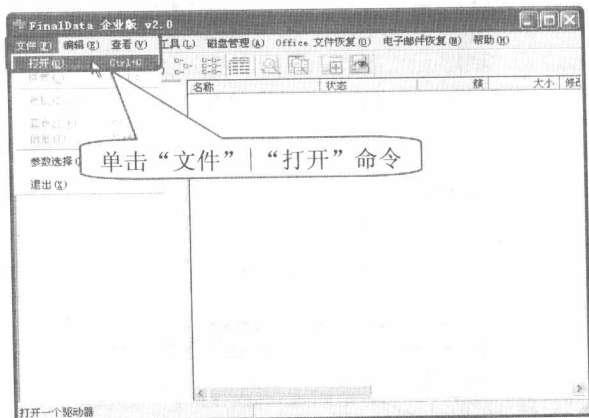

图 11-26 单击“文件”|“打开”命令
步骤① 启动 FinalData 程序, 在 FinalData 企业版 V2.0 窗口中, 单击“文件”|“打开”命令, 如图 11-26 所示。